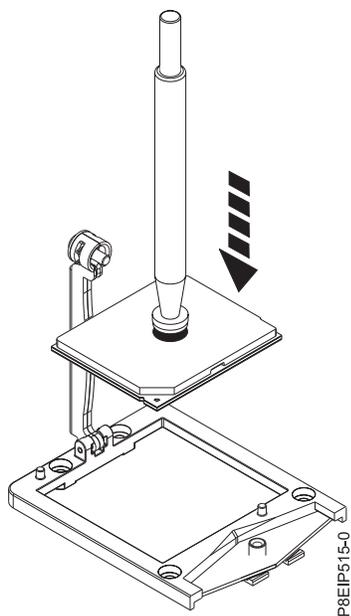

Figura 54. Bajar el procesador en el zócalo
- a. Baje el lápiz y el módulo de procesador del sistema hasta el zócalo como se muestra en la Figura 54 en la página 53. Alinee la esquina biselada del procesador con la esquina biselada del zócalo. Tenga cuidado al bajar la herramienta porque debe hacerlo de forma uniforme sin desequilibrar el procesador.